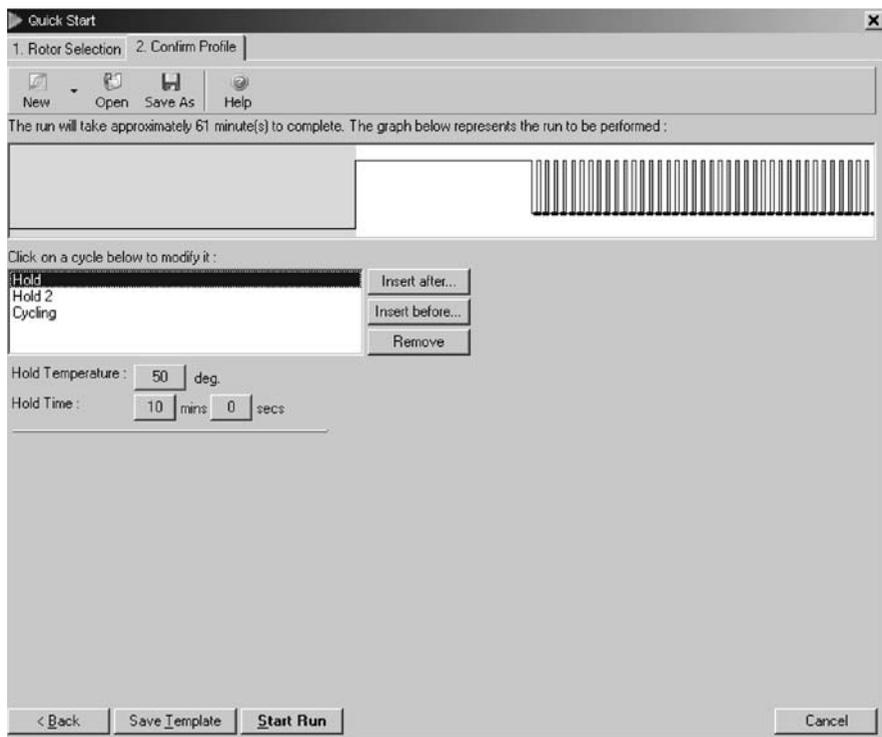

図3. 逆転写反応
5. Rotor-Geneサイクラーを表4（9ページ）と図3～5（10～12ページ）に従ってプログラムする。